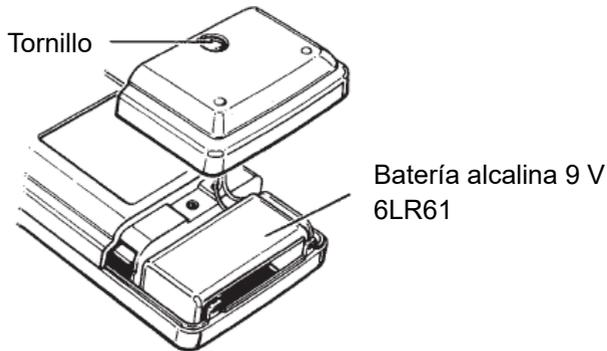

Fig. 7
- (1) Sitúe el interruptor de encendido en la posición OFF.
- (2) Retire la tapa del compartimento de las pilas desenroscándola como se muestra en la Fig. 7.